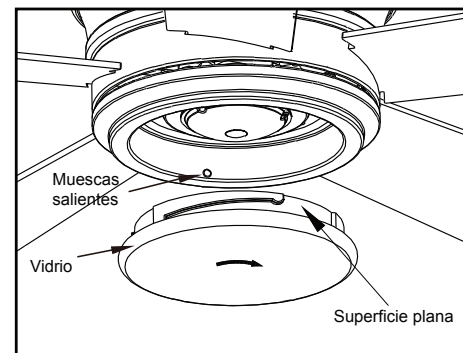

Figura 15
5. Coloca el tazón de vidrio dentro de la carcasa kit de luces alineando las tres áreas planas en la parte superior del tazón con las tres muescas salientes en la carcasa. Gira la pantalla de vidrio hacia la derecha hasta que se detenga. (Figura 15)